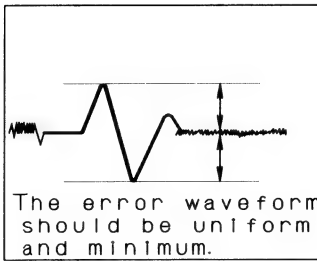

Figure 27-2
*4 Watch the monitor. Adjust so that the error waveform is uniform and minimum (Fig. 27-2) and the audio output is played properly without noise (track jump noise) and free from skips and pauses.
*6 Watch the monitor. Adjust so that the error waveform is uniform and minimum (Fig. 27-2) and the audio output is played properly without noise (track jump noise).
- *4 Den Monitor beobachten. So einstellen, daß die Fehlerwellenform gleichförmig und minimal ist (Abb. 27-2) und daß der Tonausgang ohne Geräusch (Titelsprunggeräusch) richtig wiedergegeben wird und von Übersprünge n und Pausen frei ist.
- *6 Den Monitor beobachten. So einstellen, daß die Fehlerwellenform gleichförmig und minimal ist (Abb. 27-2) und daß der Tonausgang ohne Geräusch (Titelsprunggeräusch) richtig wiedergegeben wird.
- *4 Regarder le moniteur. Agir sur la résistance de telle façon que la forme d'onde d'erreur soit uniforme et minimale (Fig. 27-2) et que la sortie audio se fasse sans bruit (saut de plage) ni pause.
- *6 Regarder le moniteur. Agir sur la résistance de telle façon que la forme d'onde d'erreur soit uniforme et minimale (Fig. 27-2) et que la sortie audio se fasse correctement sans bruit (saut de plage).